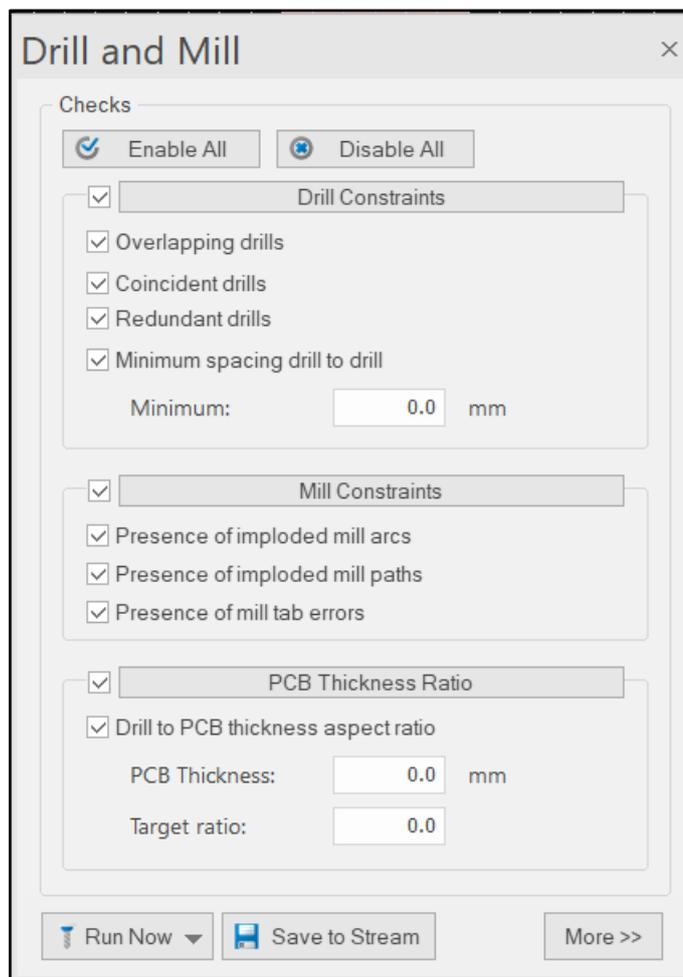

Рис. 46 Диалоговое окно инструмента Drill and Mill.
14. Инструмент Drill and Mill проверяет проект на наличие ошибок, допущенных при создании слоев сверловки и фрезеровки (рис.46).